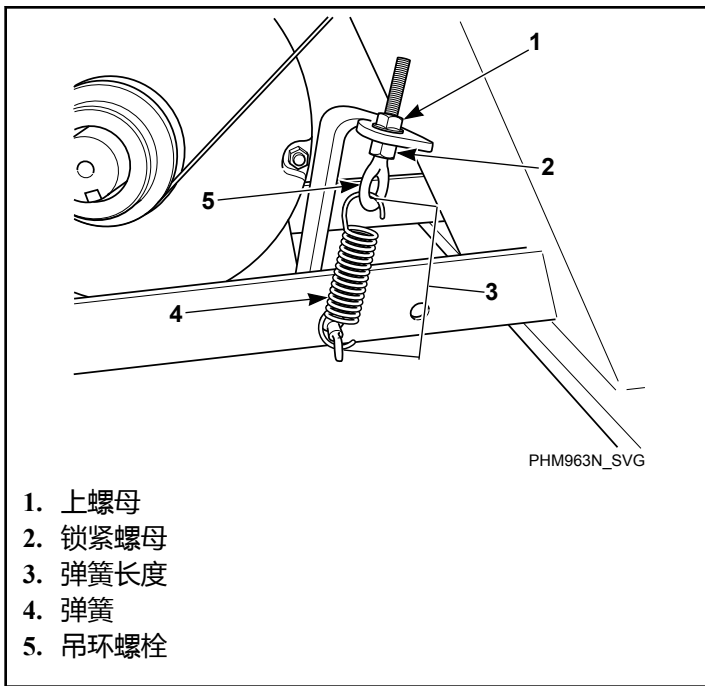

图 66
- **频率计。** 紧固吊环螺栓的上螺母，至中跨处达到合适的频率 (参见 表 47)。扭转锁紧螺母至 20.6±2 英尺磅，使其固定于弹簧架上。参见 图 66。
- **张力计。** 紧固吊环螺栓的上螺母，至中跨处达到合适的皮带张力（参见 表 47）。扭转锁紧螺母至 20.6±2 英尺磅，使其固定于弹簧架上。参见 图 66。
- **弹簧长度。** 紧固吊环螺栓的上螺母，直至挂钩之间的弹簧长度合适。参见 表 46。扭转锁紧螺母至 20.6±2 英尺磅，使其固定于弹簧架上。参见 图 66。
- **皮带更换仍应保持其张力。** 如果皮带已达到合适的张力，应将锁紧螺母安装到位，并松开吊环螺栓的上螺母，以释放皮带。更换皮带，并重新将吊环螺栓的上螺母固定至锁紧螺母的位置。参见 图 66。